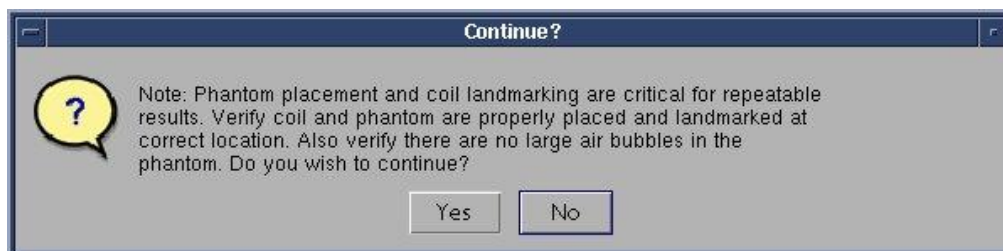

Fig. 4
14. La început, va apărea următoarea Observație: "Phantom placement and coil landmarking are critical for repeatable results" (Amplasarea fantomei de calibrare și alinierea cu marcasele bobinei sunt esențiale pentru obținerea unor rezultate repetabile). Dacă bobina a fost aliniată corect și în fantoma de calibrare nu există bule de aer, faceți clic pe **[Yes]** (Da) pentru a continua. (Fig. 4).